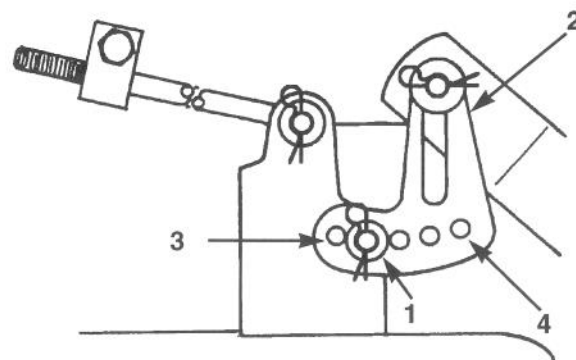

Figure 49
5. Déposer la goupille et la rondelle de la patte de mise à niveau (Fig. 49). Pour mettre la(es) lame(s) à niveau, placer la patte de mise à niveau dans un autre trou et poser la rondelle et la goupille (Fig. 49). Choisir un trou avant pour abaisser la hauteur de lame et un trou arrière pour la relever. Répéter